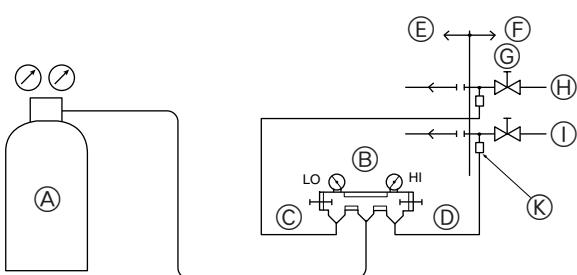

Fig. 5-9
① Test d'étanchéité à l'air (Fig. 5-9)